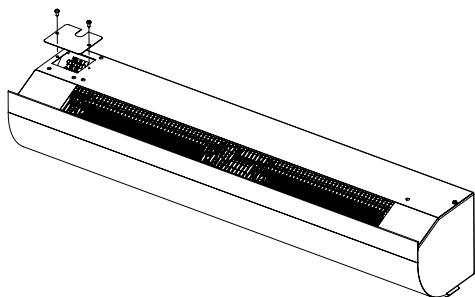

Рисунок 2.
7.3.2 Для подключения к сети необходимо снять крышку с монтажного люка (рисунок 2), завести кабели и подключить к клеммной колодке согласно электрической схеме завесы (рисунок 3, 4, 5).